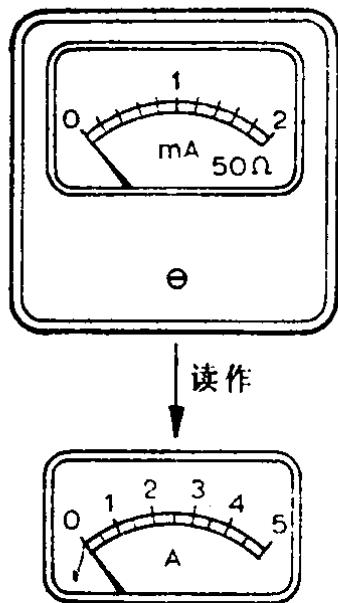

图 7.5.3 把毫安表的读数
1. 在图7.5.3中, 如果要将电表变为满刻度偏转为5安的电表, 试计算分流器的电阻值。